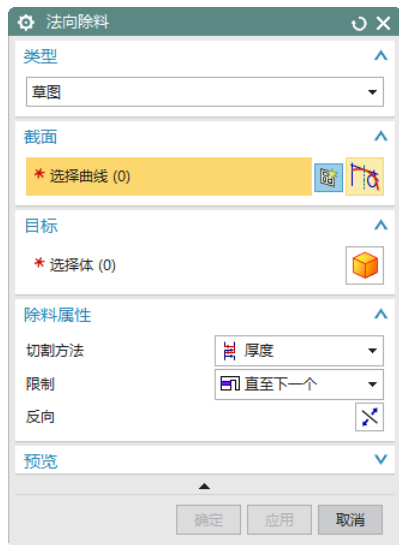

图 7-108 “法向除料”对话框
(1) 选择“菜单(M)”→“插入(S)”→“切割(T)”→“法向除料(N)”，或者单击“主页”选项卡“特征”面组上的“法向除料”按钮 ，打开如图 7-108 所示“法向除料”对话框。设置“切割方法”为厚度，“限制”为直至下一个。